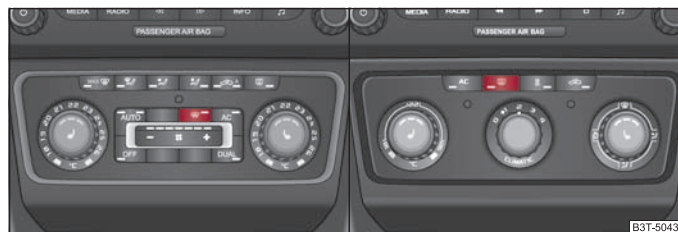

Fig. 59 Comutator pentru încălzirea parbrizului/ Comutator pentru încălzirea lunetei ▶
- Încălzirea parbrizului poate fi pornită sau oprită prin apăsarea comutatorului  ⇒ pagina 71, fig. 59 - stânga, lampa de control din comutator se aprinde sau se stinge.
- Încălzirea lunetei poate fi pornită sau oprită prin apăsarea comutatorului  ⇒ pagina 71, fig. 59 - dreapta, lampa de control din comutator se aprinde sau se stinge.